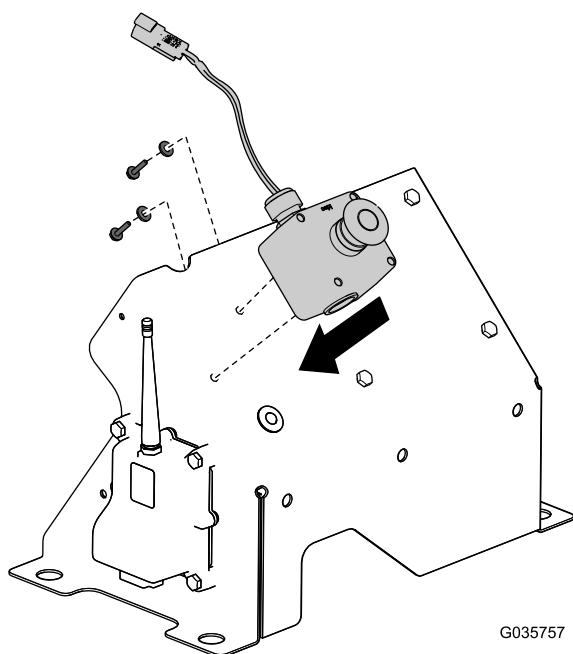

Figure 13
13. Montez le bouton d'arrêt d'urgence retiré précédemment sur le couvercle (Figure 13).